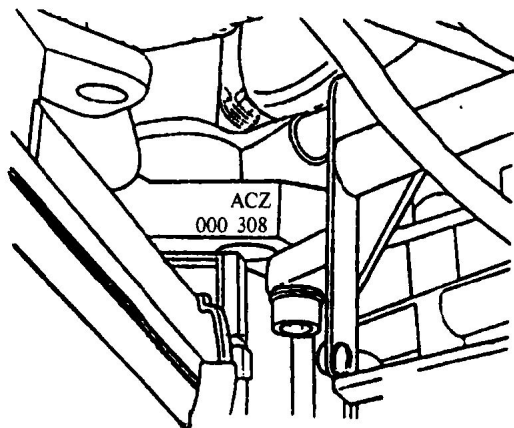

图 1-6 发动机型号
(1) 在发动机机体内侧缸盖与液压泵之间，如图 1-6 所示。
(2) 印有“发动机型号和编号”的标签贴在正时齿带罩上。
(3) 在车辆数据牌上。